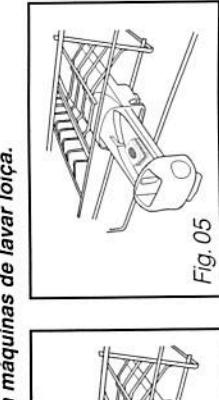
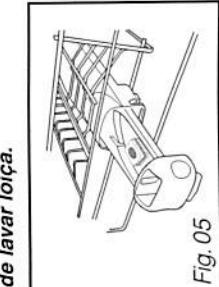

Fig. 04
Fig. 05
- As pastilhas que não são multi-usos devem ser colocadas no compartimento externo (Fig 04) ou, para um excelente desempenho, puxe para fora a gaveta do dispensador e introduza a pastilha (Fig 05).
- Colocar a pastilha** no compartimento externo (Fig 04 da página anterior) ou, para um excelente funcionamento, puxe a gaveta do distribuidor para fora e coloque ai a pastilha. (Fig 05 da página anterior).